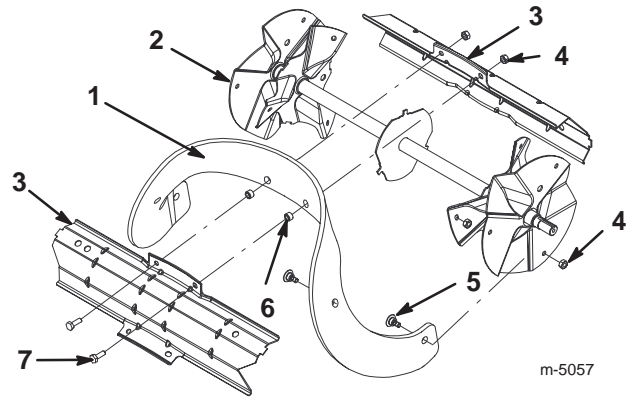

Bild 14
1. Entfernen Sie die vier Torx-Schrauben und die vier Sicherungsmuttern, mit denen die Außenkanten der Rotorwellengruppe abgesichert ist (Bild 14).
2. Entfernen Sie die beiden Sechskantschrauben und die beiden Sicherungsmuttern, mit denen die Innenseite des Rotorblatts an der Rotortrommel befestigt ist (Bild 14).
3. Schieben Sie das Rotorblatt aus seiner Position zwischen den Rotortrommelhälften heraus (Bild 14).
3. Befestigen Sie das neue Rotorblatt mit den beiden Sechskantschrauben und den beiden Sicherungsmuttern, die Sie zuvor abgenommen haben, an der Rotortrommel. Positionieren Sie die Schraubenköpfe an der dicken Gummiseite des Rotorblatts (Bild 14 und 15).
4. Biegen Sie das neue Rotorblatt und sichern Sie es mit den restlichen Torx-Schrauben und Sicherungsmuttern ab, wobei Sie die Schraubenköpfe an der dicken Gummiseite des Rotorblatts positionieren (Bild 14 und 15).